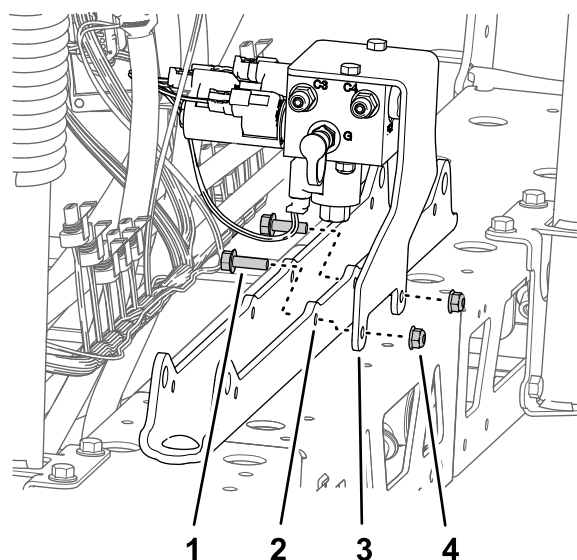

Figura 94
- A. Alinhe os orifícios no suporte para o coletor de elevação da secção com os orifícios na montagem do cilindro (Figura 94).
- B. Monte o suporte na montagem do cilindro (Figura 94) com os dois parafusos de cabeça flangeada (5/16 x 1 pol.) e a porca de bloqueio flangeada (5/16 pol.) que retirou no passo 1 de Retirar o coletor de elevação da secção